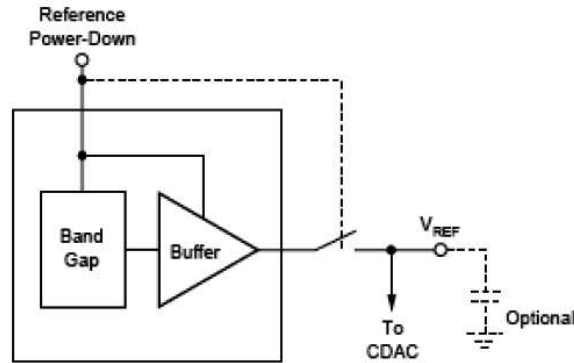

图 2 内部源的简化图
地址位—接下来的 3 位（A2、A1、A0）决定了输入多路选择器（见表 1、表 2 和图 2）的输入通道，触摸屏的驱动和参考源的输入。
NOTES: (1) Reference voltage at converter: +REF – (–REF), see Figure 2.
(2) Input voltage at converter, after multiplexer: +IN – (–IN), see Figure 2